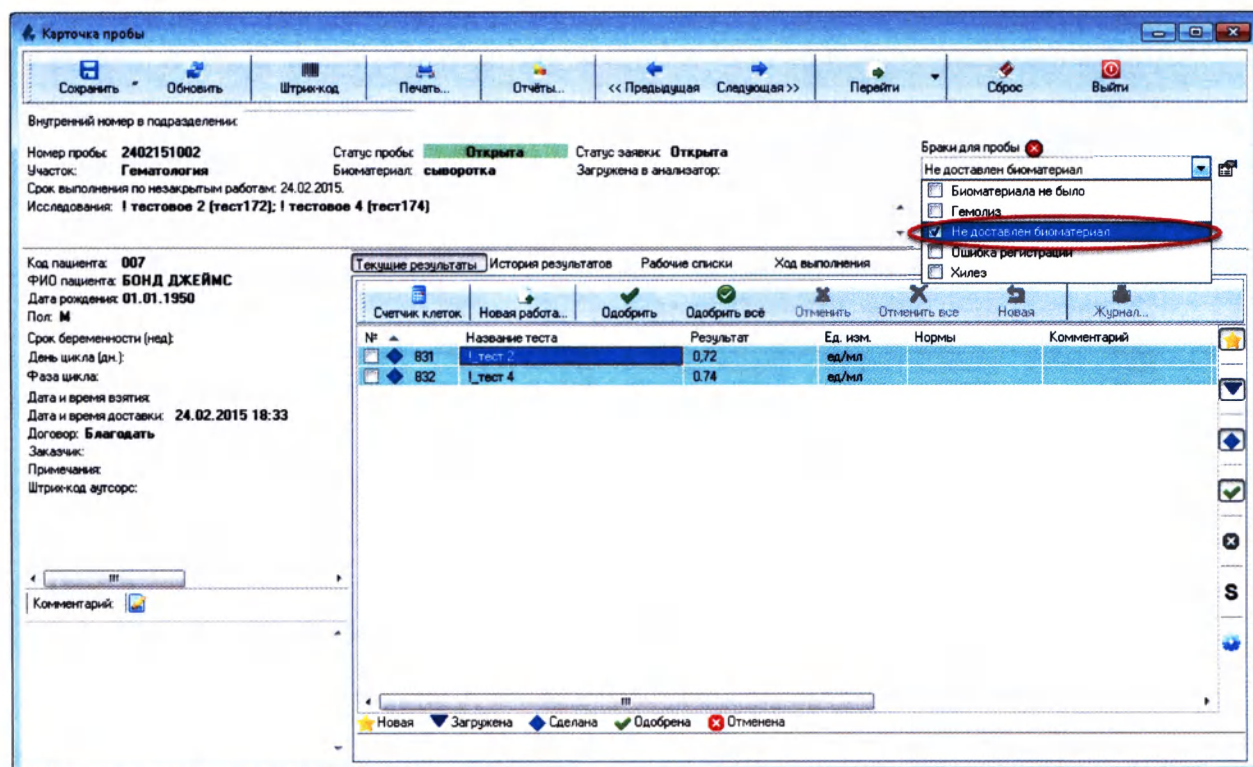

Рисунок 7.11
2. В открывшейся карточке пробы в поле «Браки для пробы» в выпавшем списке снимите выделение (Рисунок 7.11):